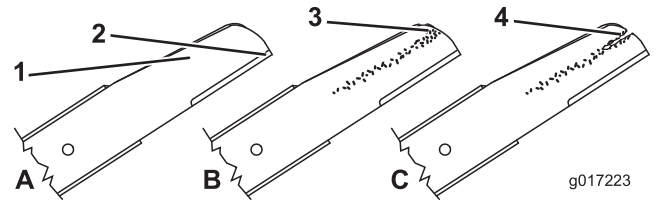
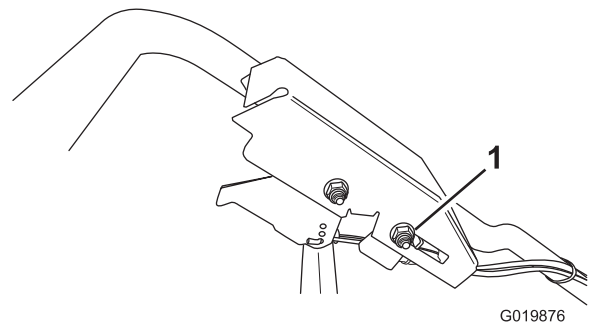

Bild 36
Bild 42
1. Untersuchen Sie die Schnittkanten (Bild 36). Bauen Sie die Schnittmesser aus und schärfen oder tauschen sie aus, wenn die Kanten nicht scharf sind oder Kerben aufweisen.
2. Überprüfen Sie die Messer selbst, besonders den gebogenen Bereich (Bild 42). Wenn Sie Beschädigungen, Verschleiß oder Rillenbildung in diesem Bereich feststellen (Bild 36), tauschen Sie die Messer sofort aus.
- Lösen Sie die Kabelstützmutter (Bild 42).